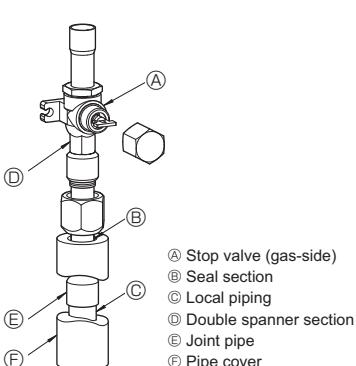

Fig. 4-3
- Для соединения труб со стороны газа необходимо выполнить следующие операции. (Fig. 4-3)
- Припаяйте соединительную трубу ②, предназначенную для присоединения к наружному прибору, используя твердый припой местного производства, и местную трубу ③ из бескислородной меди.
- Присоедините соединительную трубу ② к запорному крану со стороны газа. Используйте два ключа, чтобы затянуть гайку с фланцем.